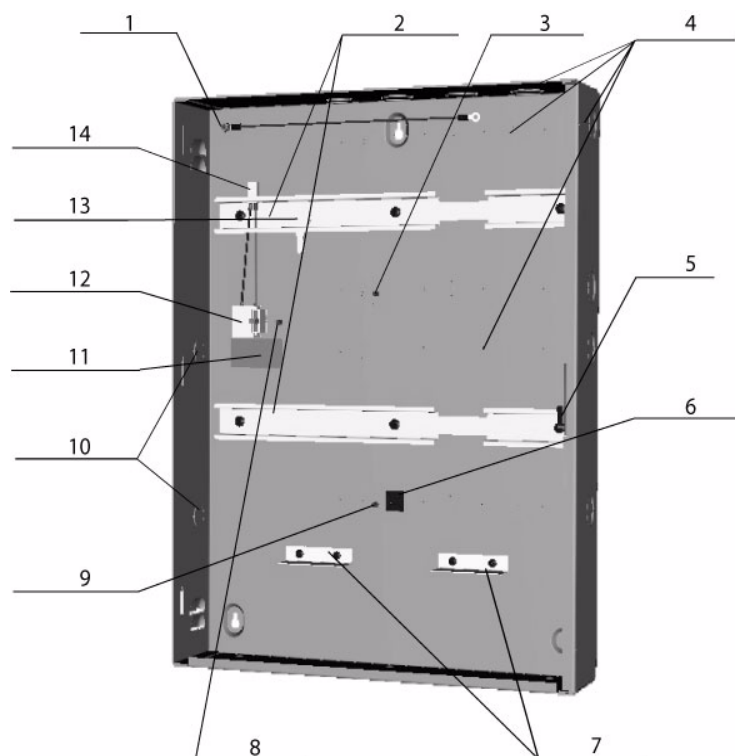

Figura 10 Piezas de la carcasa
1. Monte el AMC en el carril (elemento 2 de *Figura 10*) y reserve la fuente de alimentación. El segundo carril de montaje se ha diseñado para la tarjeta de ampliación.
2. Coloque las baterías recargables en la parte inferior de la carcasa y. Hágalo debajo de las pinzas para las baterías (elemento 7 de *Figura 10*).